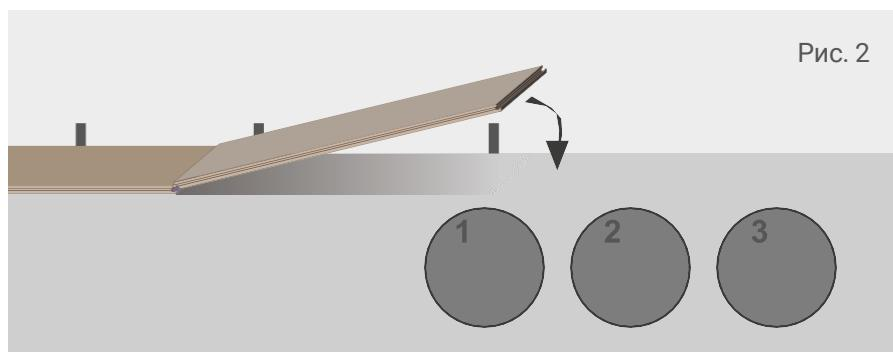

Рис. 2
- 8.1.2 Уложить вторую планку, совместить поперечный замок под углом 45 градусов с поперечным замком первой планки, опустить к основанию, прижать вниз (см. рис. 2). При необходимости осуществить подбивку планок по торцевой стороне.